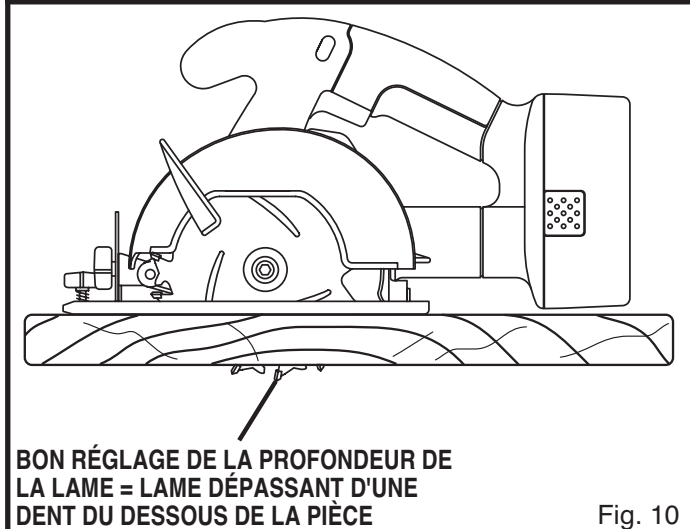

Fig. 10
- Maintenez toujours le réglage correct de profondeur de la lame — pour tous les types de sciage, la lame ne doit pas dépasser de plus de 6,4 mm (1/4 po) au-dessous du matériau à scier. Voir figure 10. Une partie de la lame équivalant à la hauteur d'une dent de la lame dépassant en dessous de la pièce à couper représente ce qu'il y a de mieux pour une coupe des plus efficace.